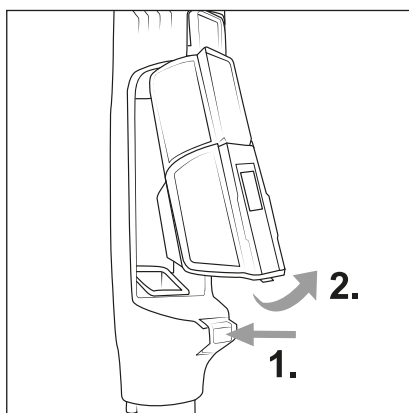

Abb. 14
- 1) Um den Staubbehälter 7 und den HEPA-Filterbehälter 5 vom Gerät zu entfernen, drücken Sie die Staubbehälter-Entriegelungstaste 25. Nehmen Sie zuerst den Staubbehälter 7 und dann den HEPA-Filterbehälter 5 aus dem Gerät (siehe Abb. 14).